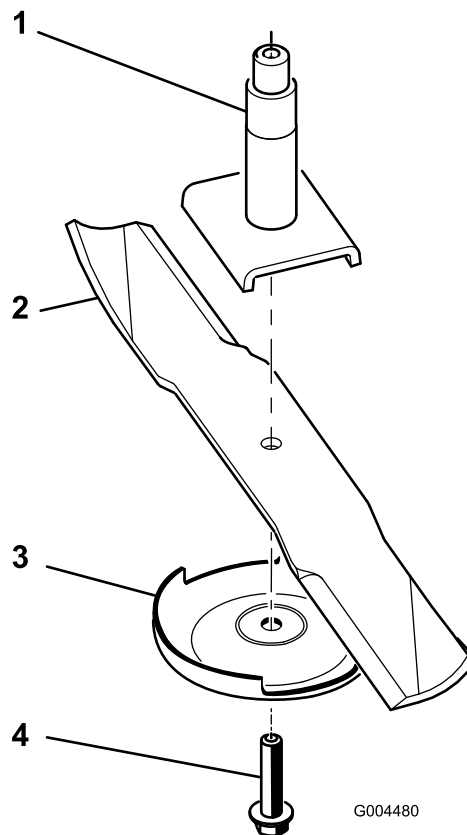

Figura 74
2. Gire el perno de la cuchilla en sentido horario para retirar el perno (Figura 74).
3. Retire la placa protectora de césped y la cuchilla del eje de la cuchilla (Figura 74).